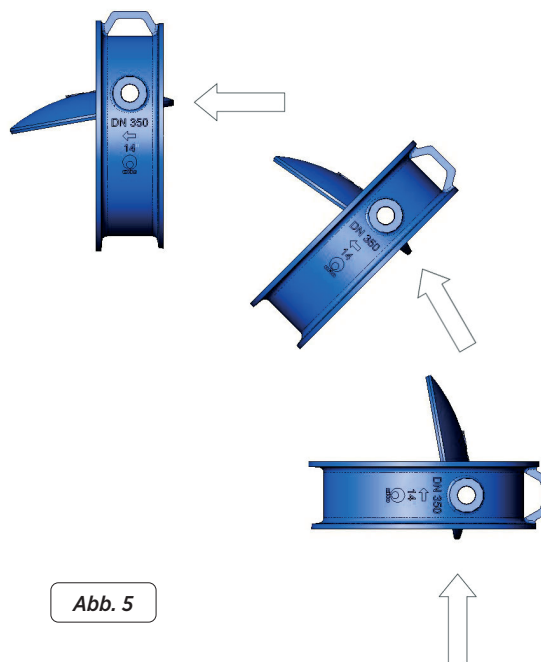

Abb. 5
- Wenn die Armatur mit einem Gegengewicht ausgestattet ist, kann sie in jede der 3 in (Abb. 5) gezeigten Stellungen eingebaut werden. Dabei muss jedoch das Gegengewicht von +45° à -45° hinsichtlich der Leitungsebene gedreht werden.